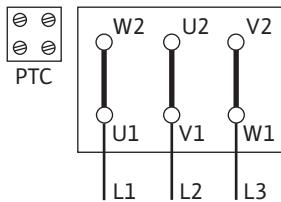
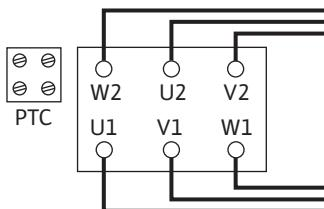

Fig. 5: Y- Δ -start
Fig. 6: Δ -koppling
- Nätanslutningen är beroende av motoreffekten P2, nätspänningen och tillslagstypen. Nödvändiga byglingar i kopplingsboxen anges i följande tabell samt Fig. 5 och Fig. 6.
Y- Δ -start (standard)	Ta bort byglingarna (Fig. 5).
Start via styrningen	Δ -koppling (Fig. 6)